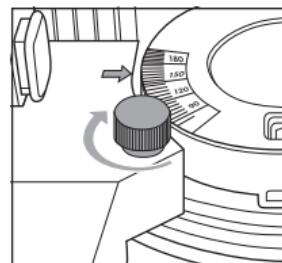

Fig. 5
- ◆ Revissez fermement l'écrou d'arrêt ❶. Les flèches des bras mobiles ❶ pointent vers l'échelle et indiquent ainsi la valeur de l'angle mesuré (voir fig. 5).